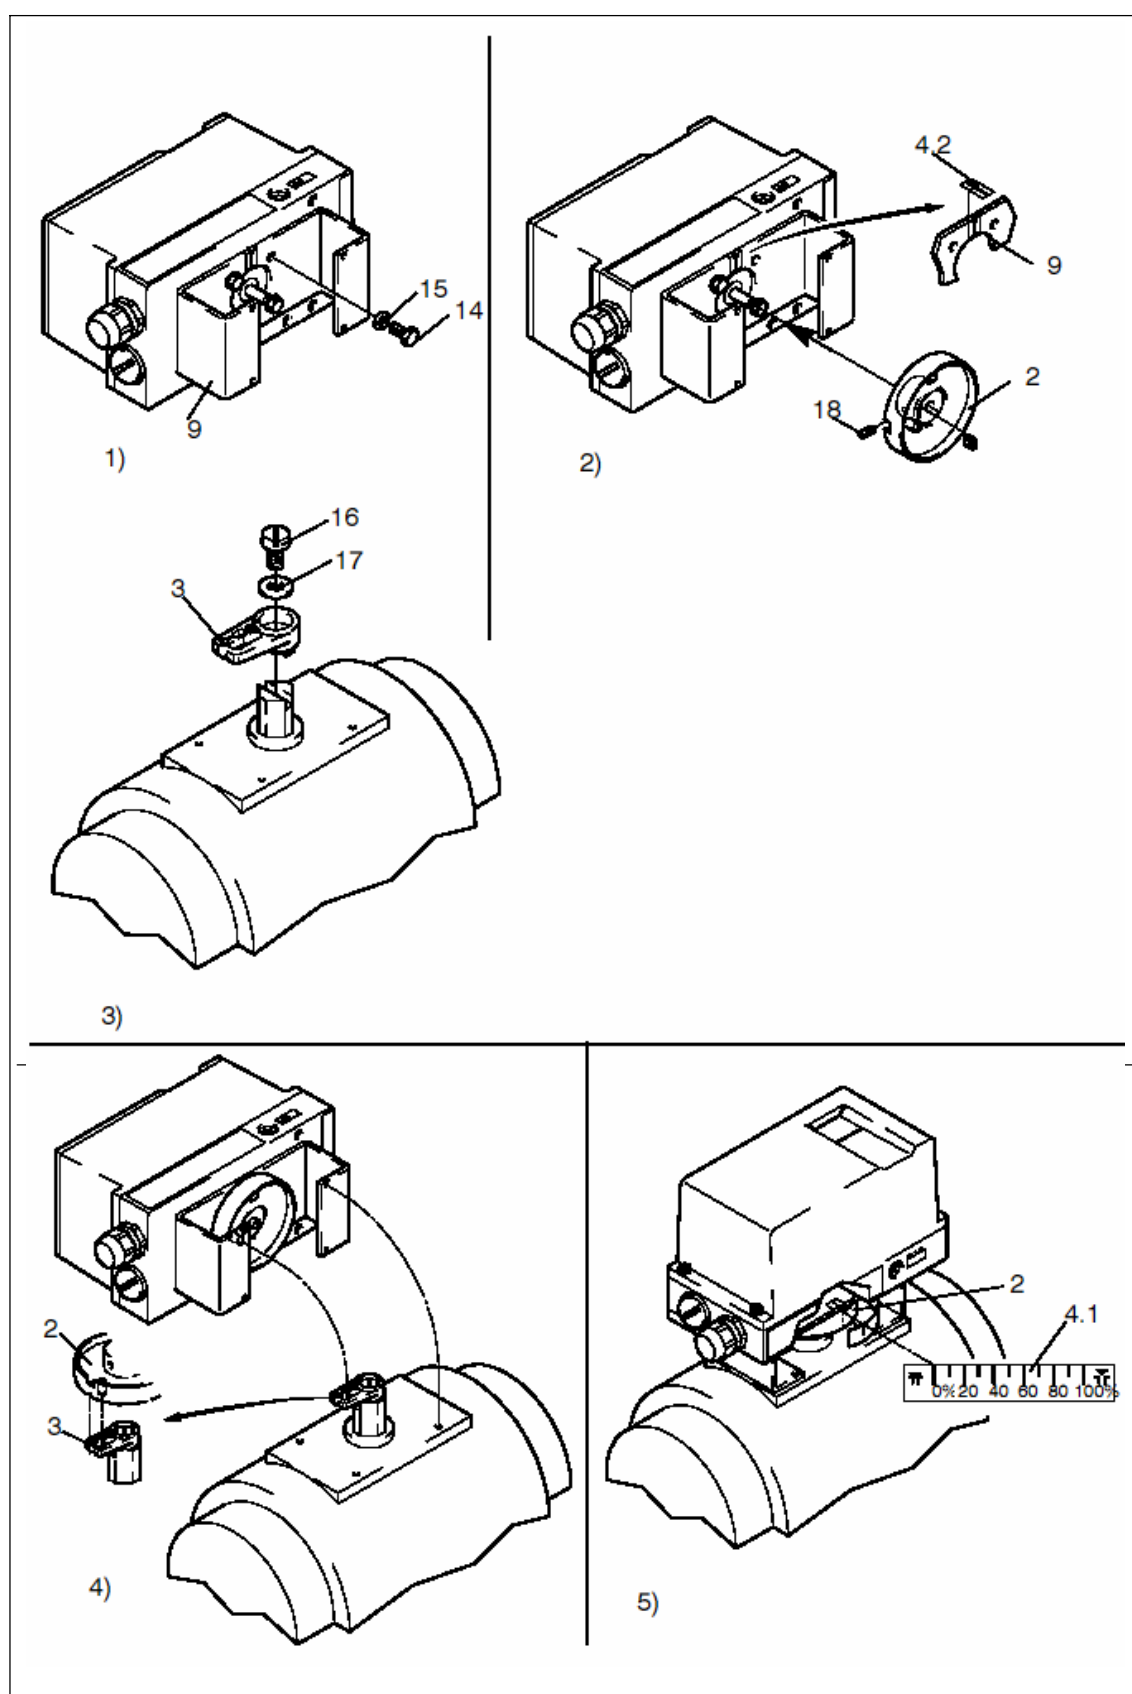

Рис. 3-7 Процесс монтажа (поворотный привод)
В объем поставки "Поворотный привод" входят (текущие номера см. рис. 3-7 и 3-8):
3.3.6 Процесс монтажа (см. рис. 3-7 и рис. 3-8)